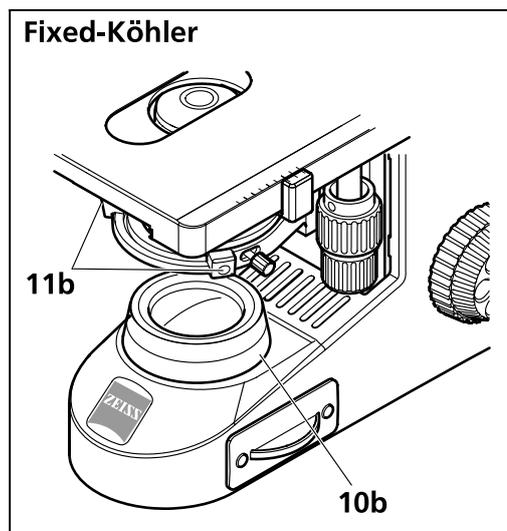
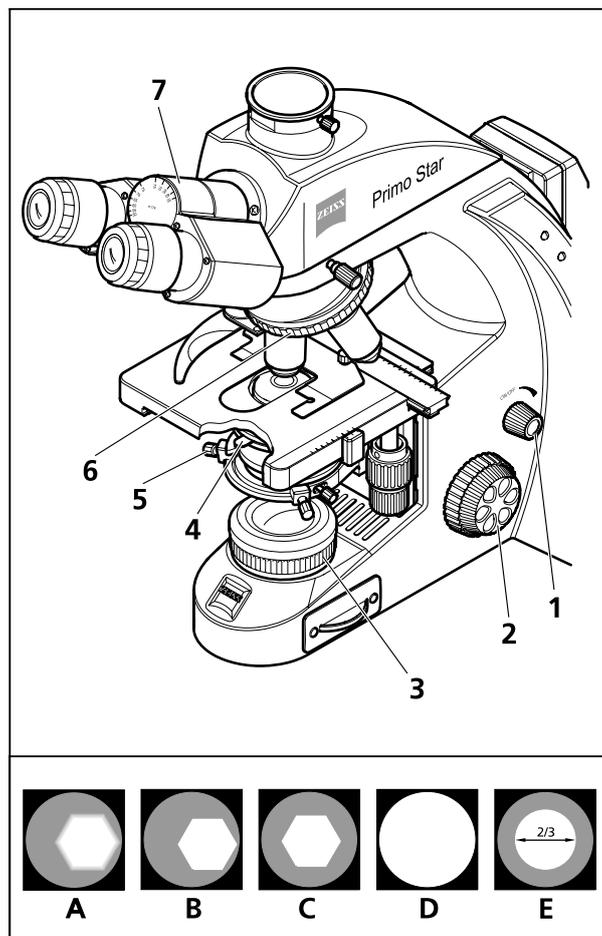

Рисунок 4 Элементы управления
Рисунок 8 Настройка для работы в проходящем свете по методу светлого поля
- Ход привода грубой настройки (Рисунок 4/18) устанавливается на заводе-изготовителе и при необходимости может дополнительно регулироваться.
Легенда к рис. 4:
- Сначала вложить высококонтрастный объект с покровным стеклом толщиной 0,17мм наверх в объектодержатель предметного столика. Зафиксировать объект с помощью подпружиненного рычага (Рисунок 4/12).
- Настроить интенсивность освещения, пользуясь поворотной ручкой (Рисунок 8/1) на штативе микроскопа.
- Установить конденсор Аббе в позицию верхнего упора посредством поворота винта с накаткой для регулировки по высоте (Рисунок 4/15). Перевести рычаг апертурной диафрагмы (Рисунок 4/14) в среднее положение.
- Ввести объектив 10x в ход оптических лучей с помощью накатанного кольца (Рисунок 8/6) револьвера объективов.
- Наблюдать объект сначала через один окуляр бинокулярного тубуса (Рисунок 8/7) и, вращая привод, провести фокусировку на объект (Рисунок 8/2).
- Закрыть полевую диафрагму осветителя (Рисунок 8/3) настолько, чтобы она была видима в поле зрения (пусть даже нерезко) (Рисунок 8/А).
- Изменять позицию конденсора с помощью винта с накаткой для регулировки по высоте (Рисунок 4/15) до тех пор, пока край полевой диафрагмы осветителя не будет отображаться достаточно резко (Рисунок 8/В).
- Отцентрировать полевую диафрагму осветителя, пользуясь обоими центрировочными винтами (Рисунок 8/5) конденсора (Рисунок 8/С). Затем открыть диафрагму до такой степени, чтобы край диафрагмы как раз исчез в поле зрения (Рисунок 8/Д).
- Для настройки апертурной диафрагмы (контраст) вынуть один окуляр из тубуса и смотреть невооружённым глазом в этот тубус. Посредством рычага (Рисунок 8/4) апертурную диафрагму настроить приблизительно на $2/3 \dots 4/5$ диаметра выходного зрачка объектива (Рисунок 8/Е). Такая настройка апертурной диафрагмы обеспечивает в большинстве случаев наилучший контраст при почти полном разрешении, что представляет оптимальный компромисс для человеческого глаза.